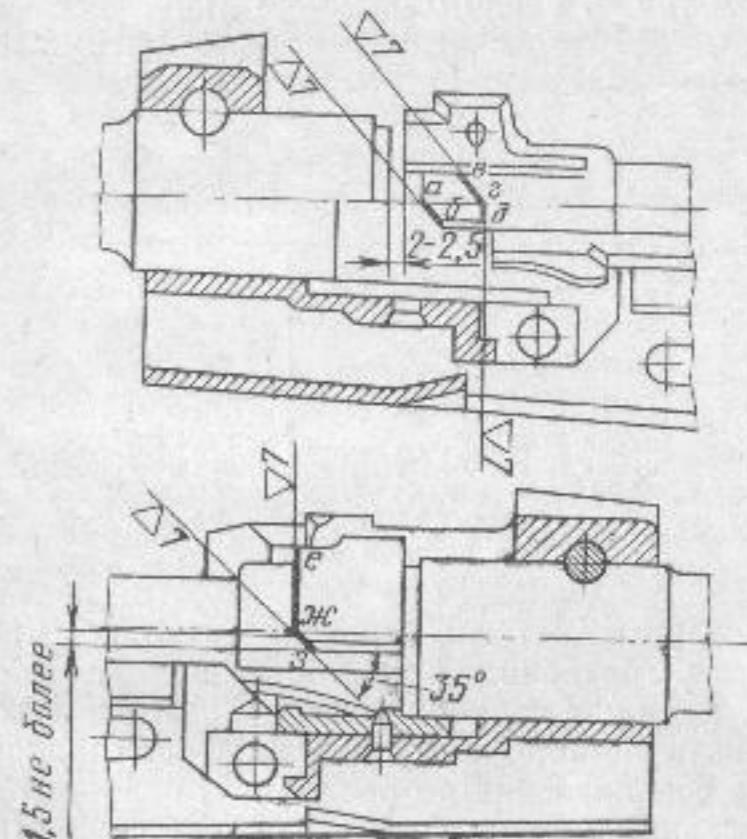

Рис. 42. Обработка боевых выступов затвора
4. Опилить скос *аб* на левом боевом выступе затвора (рис. 42) так, чтобы начало поворота затвора по винтовому скосу сухаря было при зазоре между пеньком ствола и торцом затвора в пределах 2—2,5 мм и чтобы
5. Пригнать поверхности *ежз* правого и *вд* левого боевых выступов затвора (рис. 42) (по копоти) так, чтобы прилегание их к боевым уступам ствольной коробки было не менее 60% опорной площади; при этом затвор должен крыть калибр-шашку К-3 (32,85 мм) при усилии не более 15 кг (определяется по отсутствию зазора между срезом затворной рамы у рукоятки и ствольной короб-
7. При необходимости для обеспечения прохождения затвора под боевыми уступами ствольной коробки оправить ребра боевых выступов затвора (рис. 42).